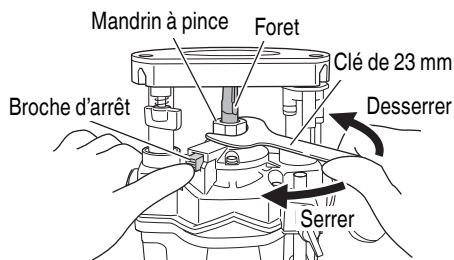

Fig. 11
- (2) Nettoyer et insérer la queue de la mèche dans le mandrin de serrage jusqu'à ce que la queue touche le fond, puis la ramener en arrière d'environ 1/16" de pouce (2 mm).
- (3) Avec le foret inséré et en appuyant sur la broche d'arrêt qui maintient l'arbre, utiliser la clé de 23 mm pour serrer fermement le mandrin à pince dans le sens horaire (vue depuis le dessous de la détoureuse). (Fig. 11)